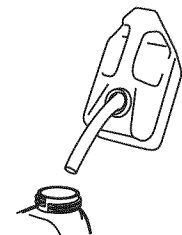

Fig. 14
2. Coloque el pico del recipiente de gasolina en el orificio de llenado del tanque de gasolina y llene el tanque (Fig. 14).